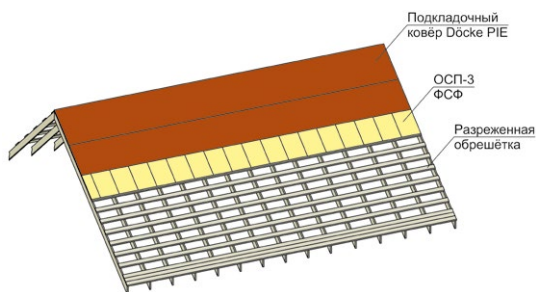

Рис. 9. Последовательный монтаж подкладочных ковров Döcke сверху-вниз.
4.1.6 Подкладочный ковер монтируется параллельно карнизу, снизу-вверх, с нахлестом следующего ряда 100 мм, торцевые нахлесты составляют 150 мм. Для минимизации хождения по коврам, особенно на крутых скатах, допускается производить последовательный монтаж сверху-вниз: монтируется верхний ряд плит ОСП-3 или фанеры ФСФ, затем на смонтированный ряд плит монтируется верхнее полотно подкладочного ковра (рис. 9). Данный способ монтажа подойдёт только для простых крыш, на которых отсутствуют ендовы.